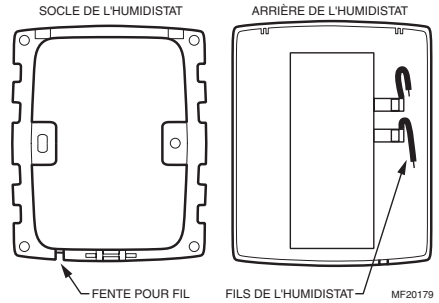

Fig. 12. Socle et vue arrière de l'humidistat.
7. Connecter les fils basse tension aux conducteurs et remettre le boîtier du H8908. Voir la Fig. 12.